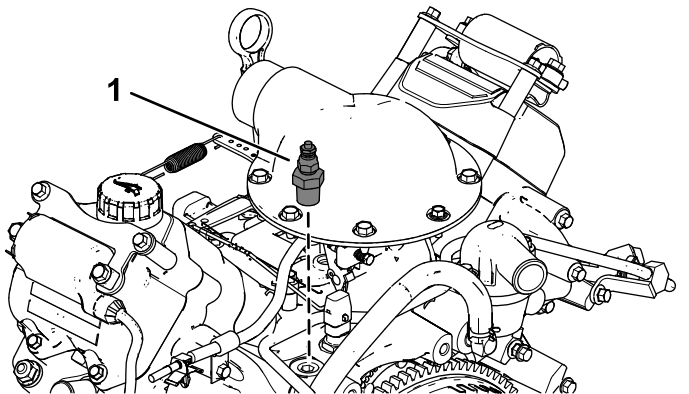

Figure 7
1. Déposez le thermocontact du boîtier de thermostat (Figure 7).